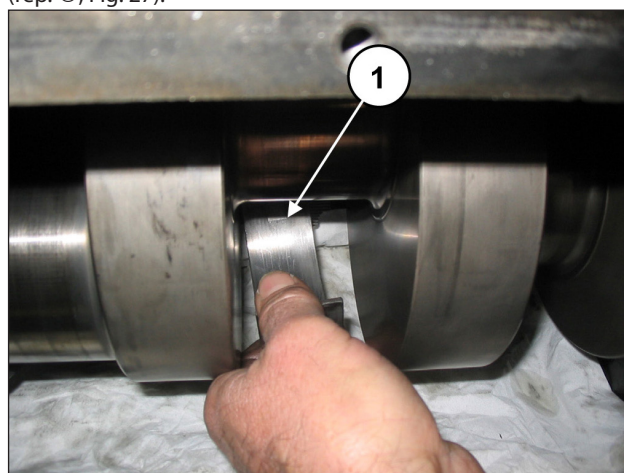

Fig. 27
Dégager les trois demi-coussinets supérieurs des demi-bielles (rep. ①, Fig. 27).